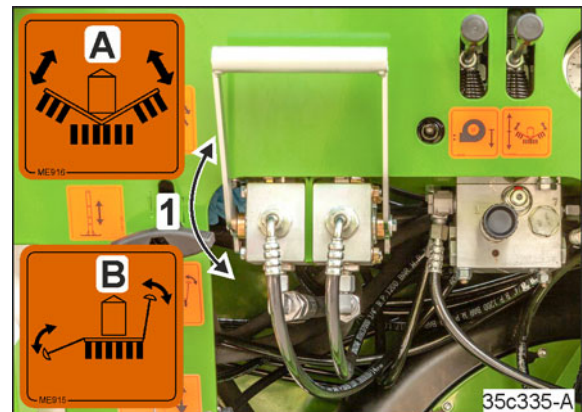

Bild 222
1. Ihop med spårmarkörer ska du ställa ventilspaken (Bild 222/1) i läge "A".
1. Ställ ventilspak (Bild 222/1) i läge "B".